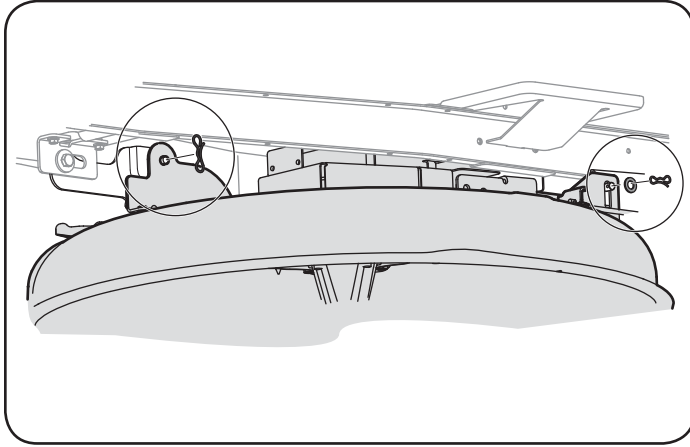

Figura 33
- Extraiga los pasadores de chaveta con unión curva que aún están sujetando la unidad, como se indica en la Figura 33.